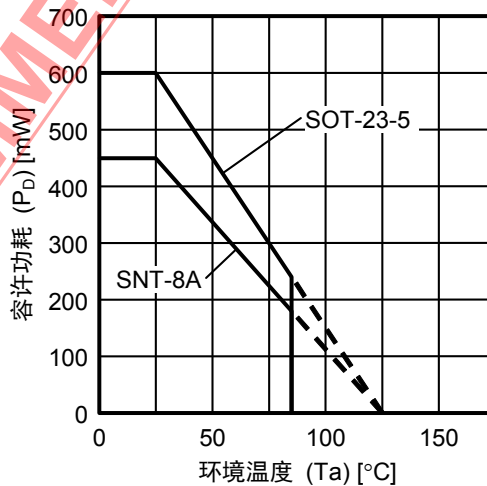

图5 封装容许功耗(基板安装时)
2. 由于本产品内置了功率MOS FET, 因此, 请充分注意功率MOS FET的功耗不要超过封装的容许功耗(参阅图5)。